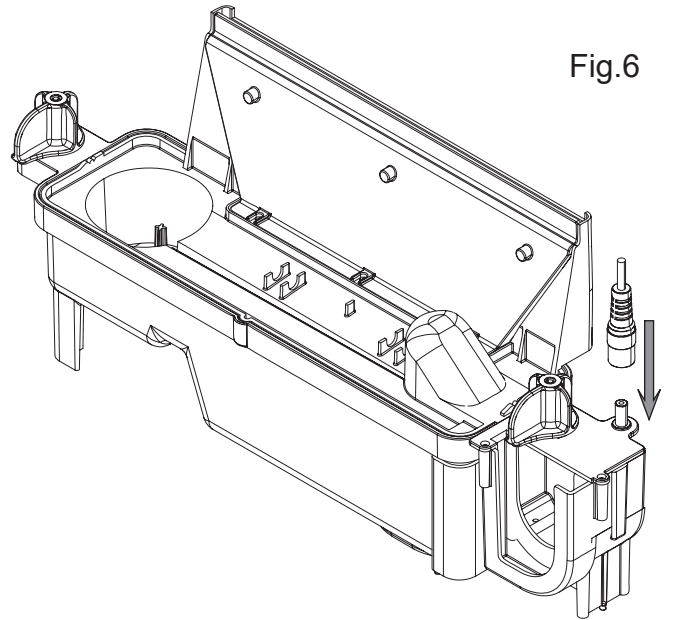

Fig.6
4. Desconecte el conector eléctrico, situado en el lado derecho del sumidero. (Véase la Fig. 6).